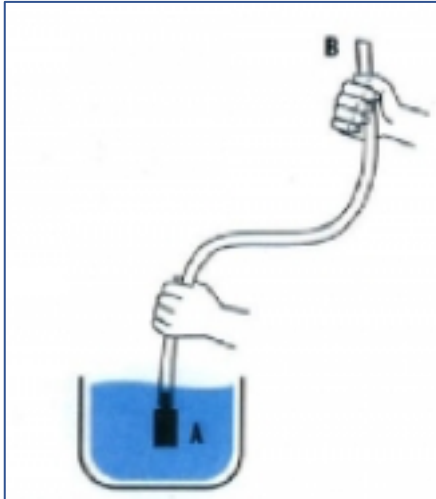

Abbildung 2
1. Tauchen Sie die Schüttelpumpe mit dem Ventil (A) in die umzufüllende Flüssigkeit ein. Halten Sie das andere Ende (B) in die Höhe (Abbildung 2).